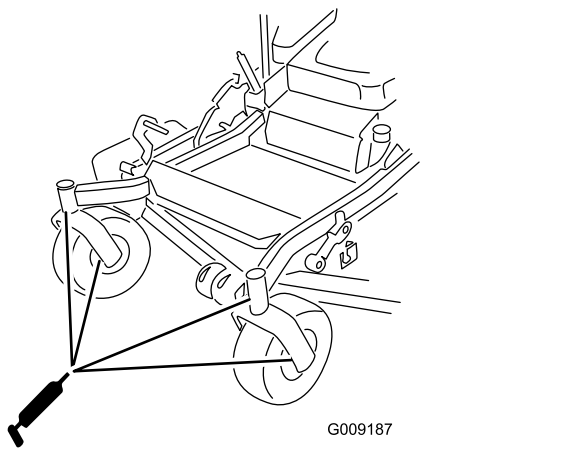

Figura 48
12. Instale el tapón hexagonal y la tapa (Figura 48).